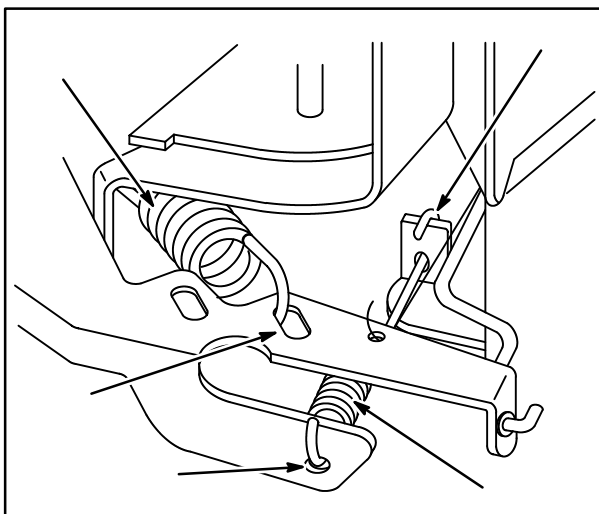

Fig. 38
Nenhuma mola sem carga regulada é usada com esse sistema. Não é necessário o ajuste do limitador de aceleração. A mola do regulador primária (1) é instalada no orifício 2 na alavanca do regulador (5). Uma mola do regulador secundária (3) é instalada com a malha (4) sobre a lingüeta da alavanca do regulador (4) e o revestimento da malha traseira (2) para CIMA conforme é mostrado na **Fig. 38**.